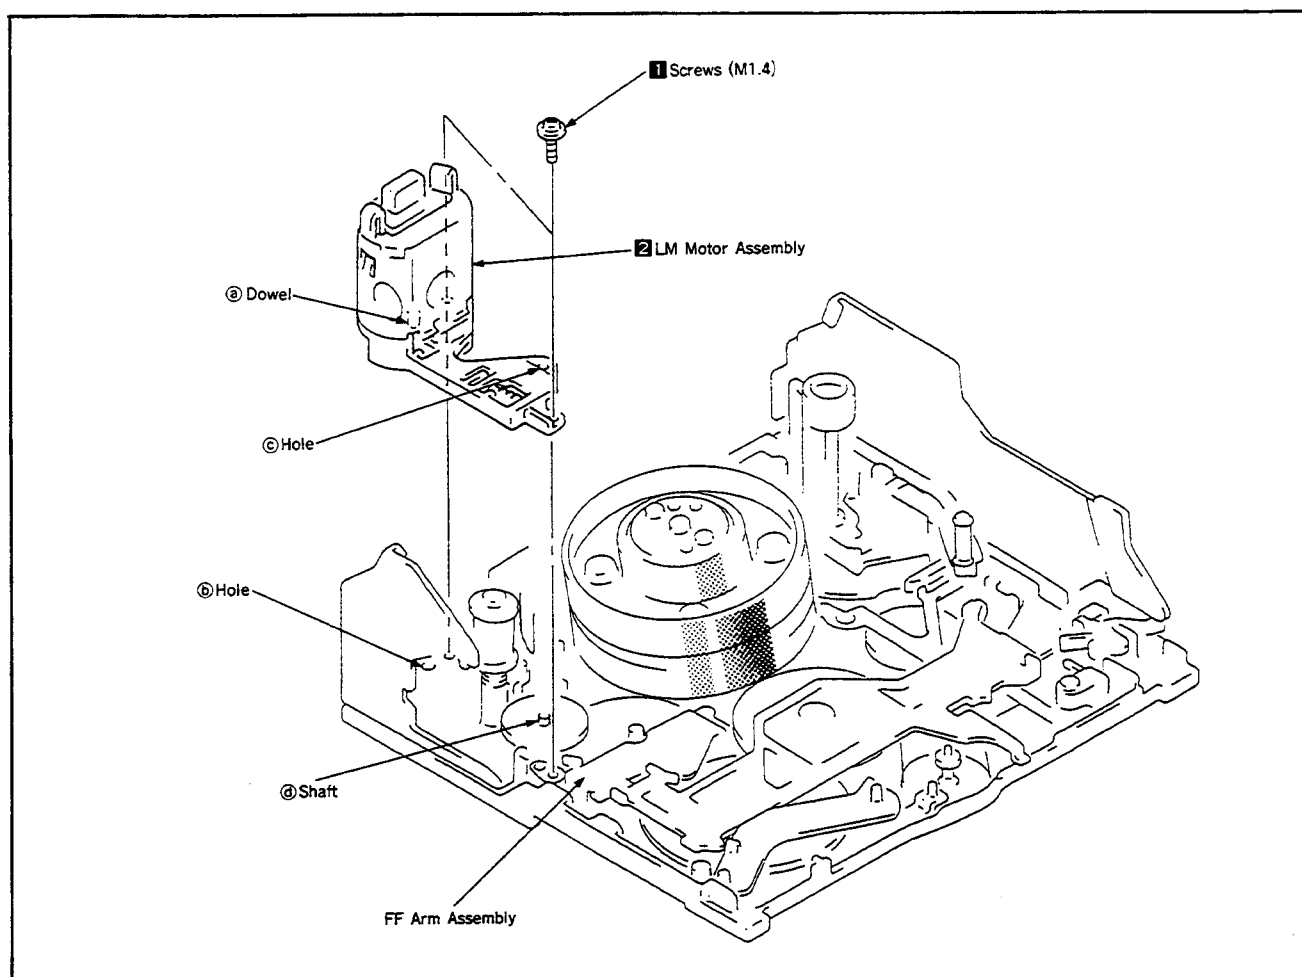

Fig. 21
3. LM MOTOR ASSEMBLY (Fig. 21)